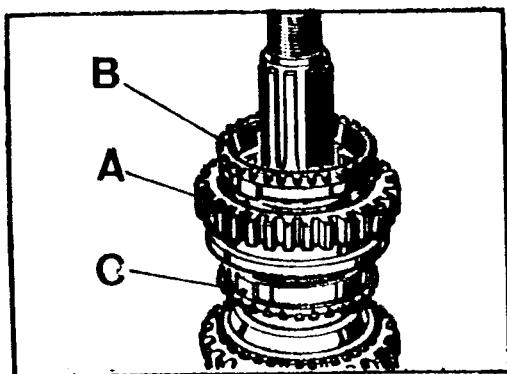

Fig. C-97 Unidad sincronizadora de primera-segunda
1.1.2. Retirar el conjunto de la unidad sincronizadora de primera-segunda, A, Fig. C-97, juntamente con los coños, B y C del sincronizador.
- 3.1.3. Montar los conos de bronce, B y C (Fig. C-97) en el sincronizador y -- comprobar el funcionamiento del mismo, desplazando el cuerpo interior a uno y otro lado